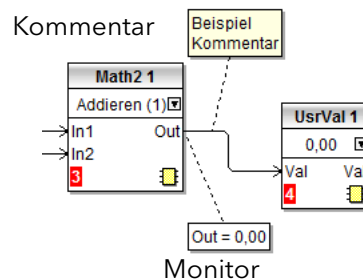

Abbildung 8.124: Kommentar und Monitor
Sie können den Kommentar mit einem Funktionsblock oder einer Verknüpfung verknüpfen, indem Sie erst das Verkettungssymbol in der rechten unteren Ecke des Kommentarfensters und anschließend den entsprechenden Funktionsblock bzw. die Verbindung anklicken. Eine gestrichelte Linie verbindet dann den Kommentar mit dem Block oder der Verknüpfung (Abbildung 8.124).
*Anmerkung: Sobald Sie den Kommentar verknüpft haben, wird das Verkettungssymbol ausgeblendet. Es erscheint erneut, wenn die Maus sich über der rechten unteren Ecke des Kommentarfeldes bewegt, wie in Abbildung 8.124 dargestellt.*